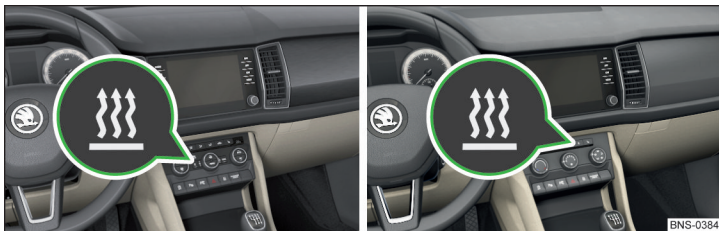

Fig. 169 Touche pour l'activation/la désactivation (Climatronic / climatisation manuelle)
- ▶ au moyen de la touche  sur l'unité de commande du climatiseur » fig. 169.
Lorsque l'activation automatique est activée, le voyant dans la touche de symbole  » fig. 169 s'allume pendant 10 secondes env. après la coupure du contact.